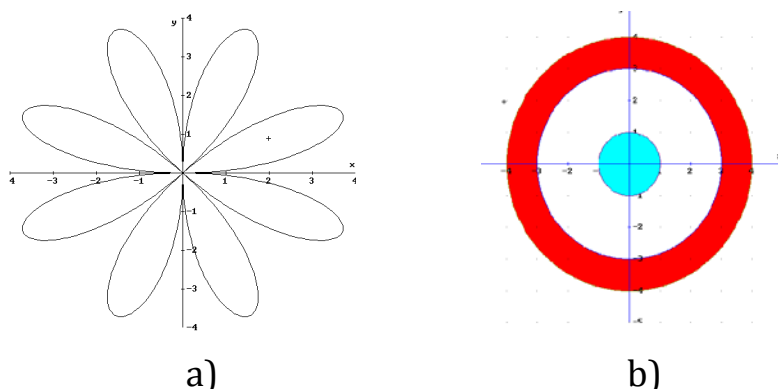

Figura 3
b) La gráfica de $C_2: r = 4 \operatorname{sen}(4\theta)$ es la curva de la figura 3 a).
c) La región que cumple con las condiciones está en la figura 3 b).